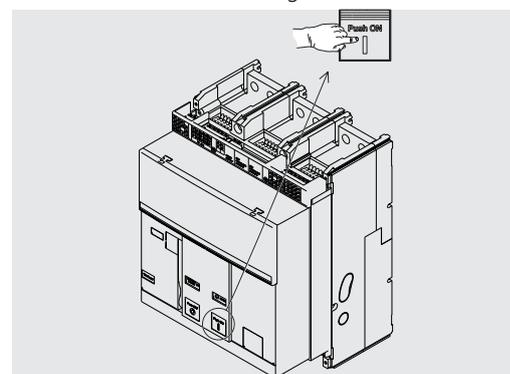

Figura 45
4. Chiusura - Premere il pulsante di chiusura "I - Push ON" come indicato in Figura 45.